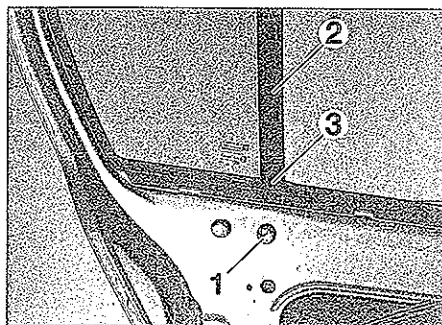

FIG. 57
- Aflojar el tornillo (1) del rail de guía (2) de la luna (fig. 57).
- la junta (3) del rail de guía.
- el rail de guía (2).